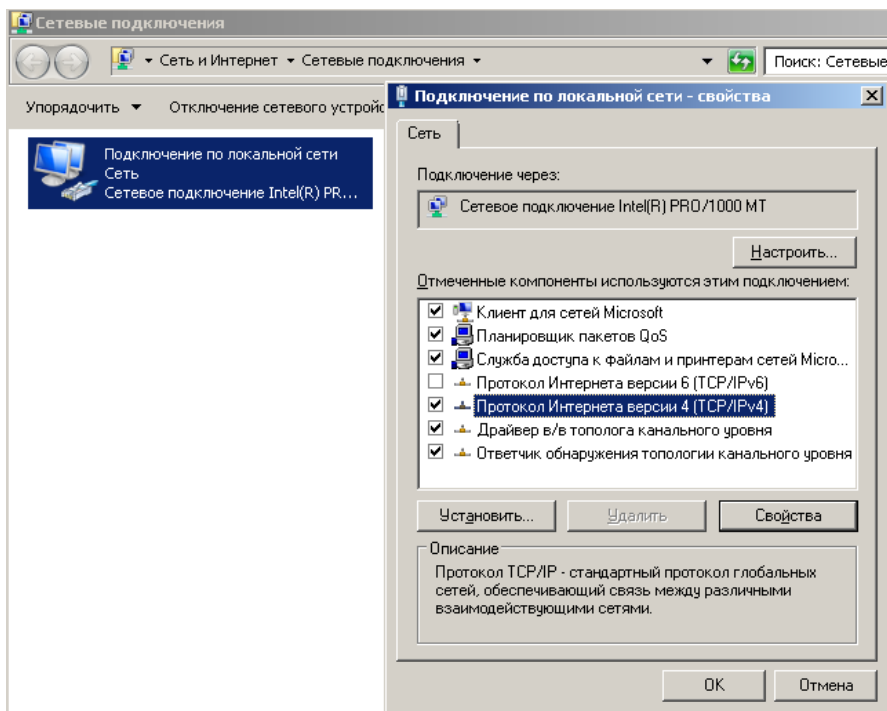

Рис. 43 Свойства подключения TCP/IP
- 4 - выбрать «Протокол Интернета (TCP/IPv4)» и нажать «Свойства» (Рис. 43)